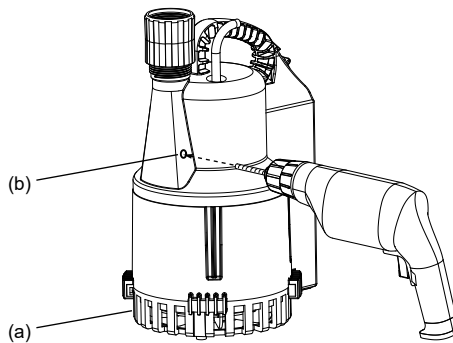

Abbildung 1
**Die Entlüftung im Durchmesser von 3 mm darf nur wie in Abbildung 1 vorgegeben an der markierten Position (b) gebohrt werden.**